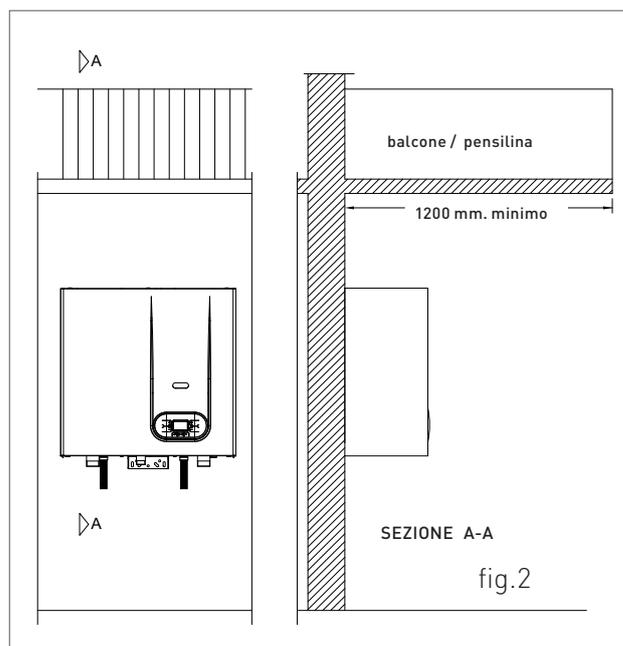

fig.2
Le caldaie sono in possesso del grado di protezione elettrica IPX5D. E' consentita l'installazione all'aria aperta in ambiente parzialmente protetto (pensilina, balcone - vedi fig. 2) in conformità alle relative norme. La Ditta non si assume nessuna responsabilità per installazioni in ambienti con temperatura inferiore a -10°C o non conformi a quanto sopra indicato.
2. agganciare le asole della caldaia negli appositi ganci (fig. 2);